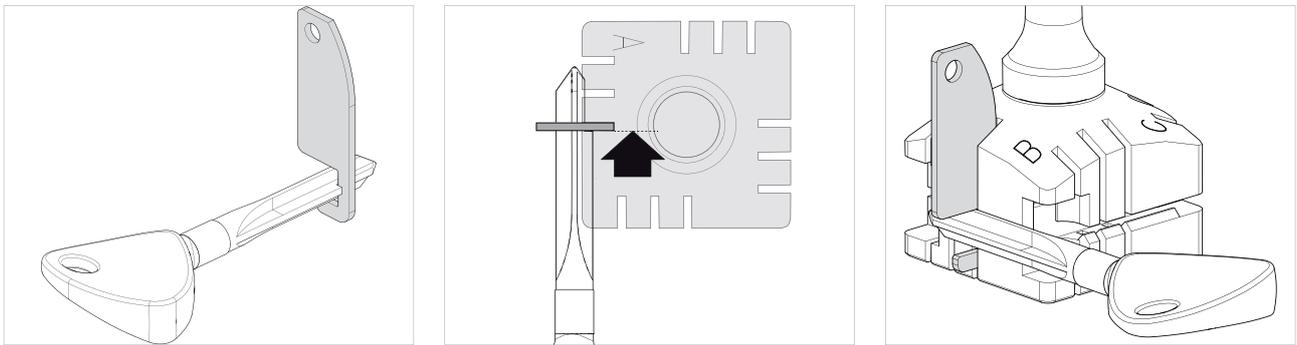
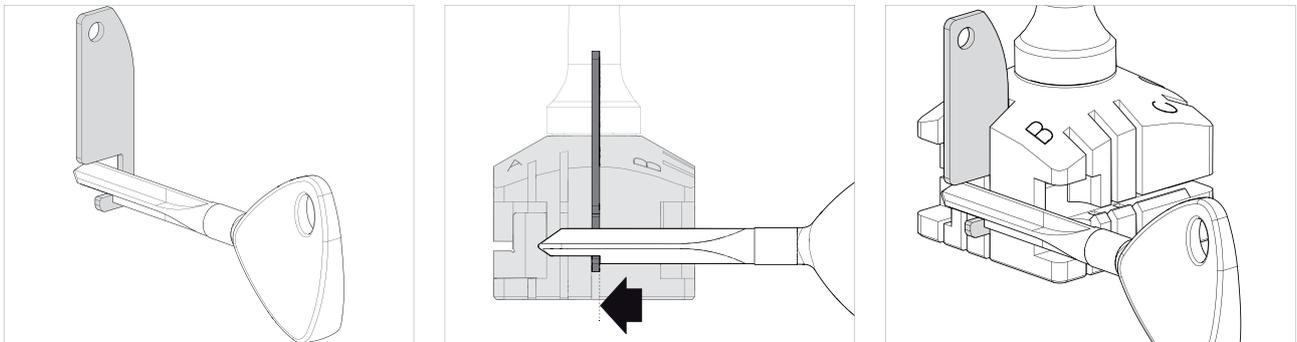
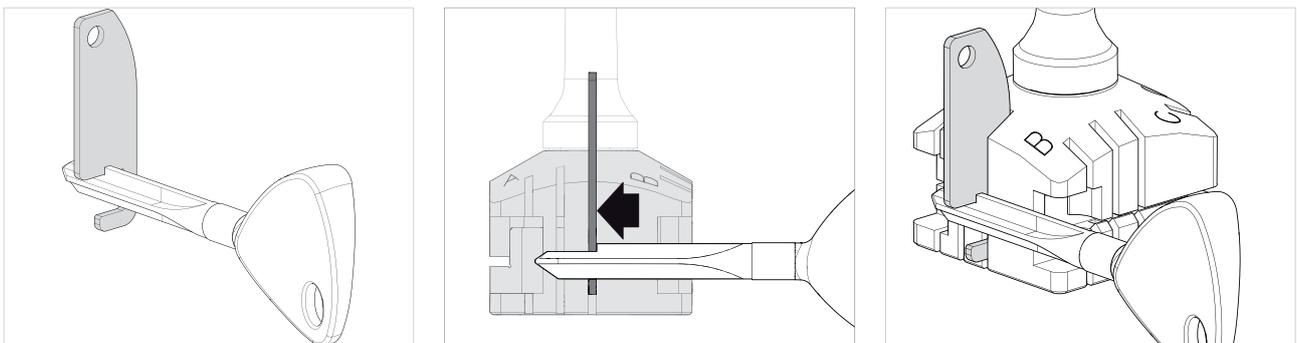

Fig. 38 - com paragem da chave para o INTERIOR DO MORDENTE
Fig. 39 - com paragem da chave para BAIXO
Fig. 40 - com paragem da chave para CIMA
- Insira a barra com a cavidade no entalhe do mordente de acordo com a paragem da chave (como ilustrado na Fig. 38 - com paragem da chave para o INTERIOR DO MORDENTE, Fig. 39 - com paragem da chave para BAIXO e Fig. 40 - com paragem da chave para CIMA).